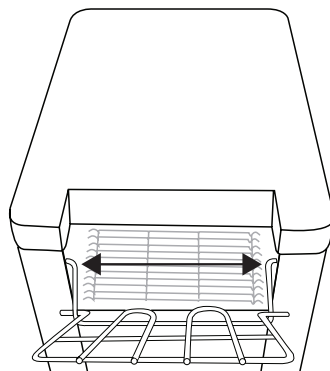

Fig. 1
2. Låt benen vila på en yta utanför apparaten **[Fig. 1]**.